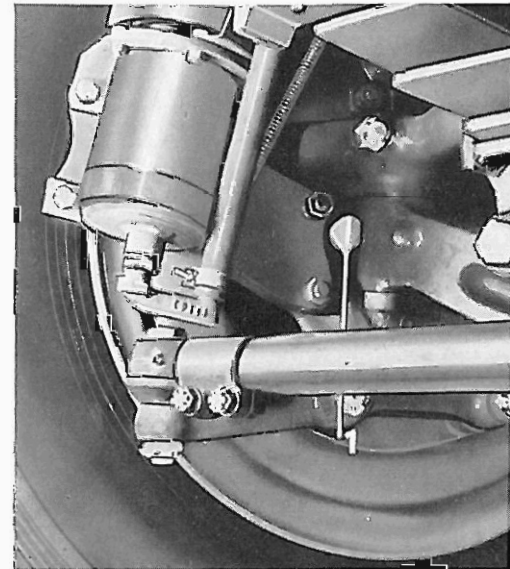

Bild 46-2/2
Neueinstellung der Lenkbegrenzung: Auf die beiden Radansschläge je ein Stück Swkgz.-Nr. 334 589 0263-00 (19 mm dick) aufsetzen (s. Bild 46-2/2). Bei Lenken dem Motor Lenkrad nach rechts bis zum Anschlag drehen und mit 30 kg am Lenkrad ziehen. Von einem zweiten Monteur gleichzeitig die Einstellschraube (19) unten eingedreht, bis ein Druckabfall von 25–30 atü erfolgt ist.